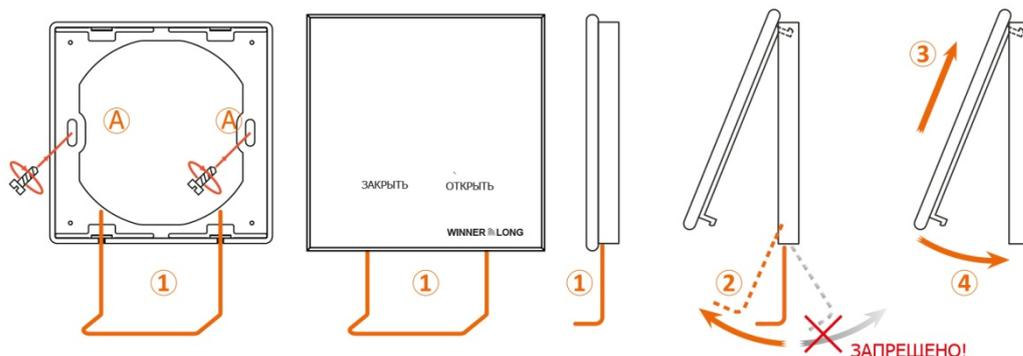

Рис. 1.
- Закрепите на стене специальную пластиковую рамку с помощью двух саморезов в отверстия (А) или приклейте ее на ровную поверхность с помощью двухстороннего скотча (входит в комплект) (см. рис. 1). **ВНИМАНИЕ!** Монтировать рамку к стене нужно так, чтобы прорезы на рамке были направлены вниз.
- Установка радиопульта: вставьте корпус радиопульта в специальную пластиковую рамку (3). Нажмите на радиопульт до щелчка.
- Для снятия радиопульта вам понадобится специальная П-образная скоба (входит в комплект), которую нужно вставить в специальные отверстия (1) на нижней стороне корпуса панели. Аккуратно потянув скобу на себя (2), отщелкните (отожмите) пластиковые защелки, затем снимите радиопульт (4).